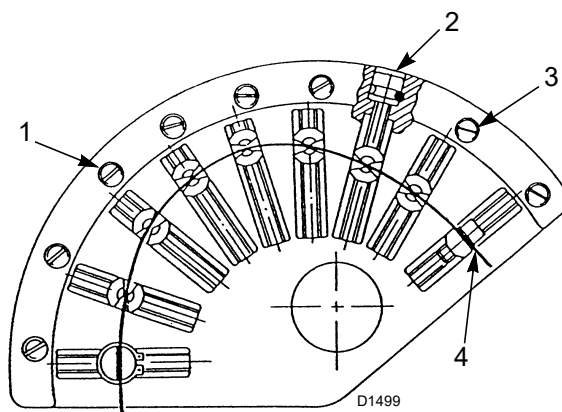

Fig. 26
Es necesario aumentar progresivamente el perfil inicial de la leva 1)(Fig. 26) interviniendo en los tornillos 2)(Fig. 26).
Leyenda (Fig. 26)
Para una mejor regulación tener la precaución de detener la rotación del grupo levas cuando el cojinete superior, que se desliza sobre el perfil 4)(Fig. 26) está alineado con uno de los tornillos de regulación 2).
accionar los tornillos de regulación 2)(Fig. 26 a pag. 25) después de haber aflojado los tornillos 3).
Una vez que se logró una regulación óptima, recordar bloquear los tornillos de regulación de los perfiles de las levas mediante los tornillos 3)(Fig. 26 a pag. 25).
- 80s El servomotor gira hacia la izquierda hasta el ángulo configurado en la leva 2)(Fig. 26 a pag. 25).